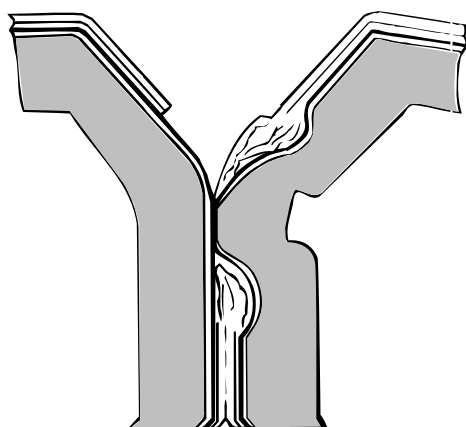

Рис.2
- стык запечатывания остается неповрежденным, но на одной из сторон отрывается алюминиевая фольга, обнажая блестящую металлическую поверхность (рис. 2).